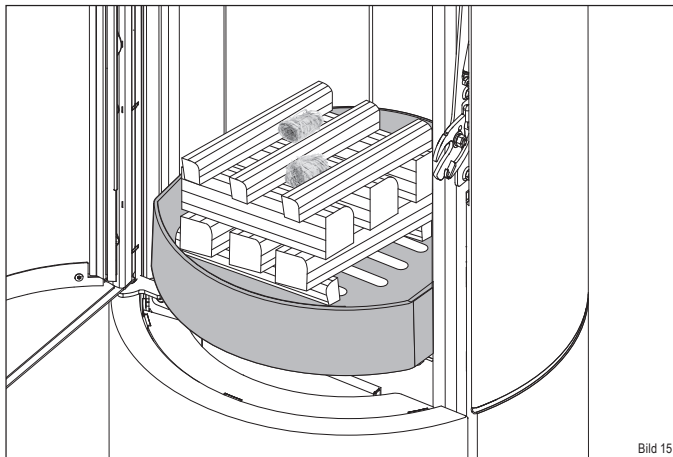

Bild 15
- ▶ Platzieren Sie die Holzscheite mittig auf dem Feuerrost im Feuerraum (Bild 15):
- ▶ die ersten 2 (2) quer zur Feuerraumscheibe an das vordere und hintere Ende der Rostöffnung legen
- ▶ die nächsten 3 (1) drei in Längsrichtung zur Feuerraumscheibe auf die beiden ersten Stücke legen
- ▶ die nächsten 3 (1) quer darüber
- ▶ die letzten 3 (2) längs darüber
- ▶ die Anzündhilfe (3) mittig zwischen die oberen Holzscheite